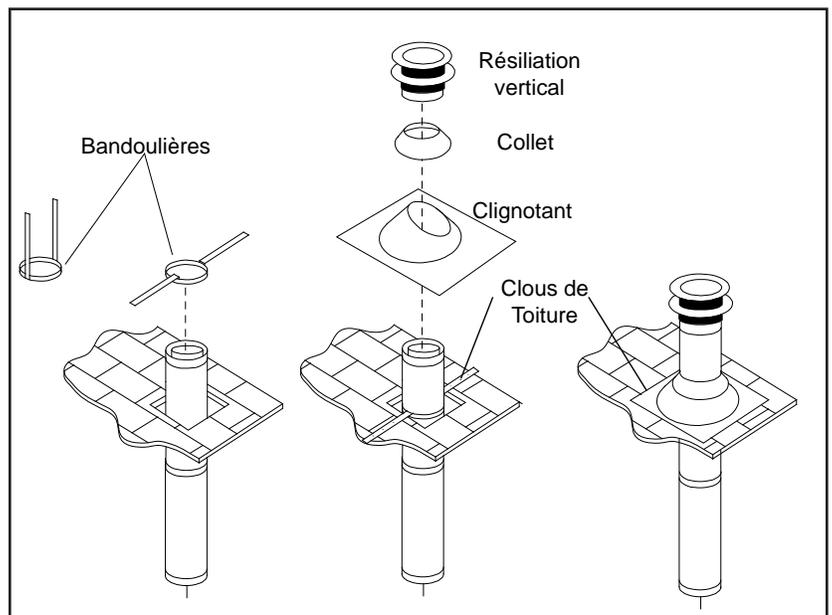

Figure 36: Ventilation verticale Installation de terminaison.
6. Une fois les sections de tuyaux ont été rejoints, et courir à travers le trou dans le toit, glisser une sangle de coude sur les sections exposées, plier les sangles de support vers l'extérieur, et pousser la sangle du coude jusqu'au niveau du toit, comme le montre la Figure 36. Serrer la pince autour de la section de tuyau. Utilisez un niveau pour se assurer que le tuyau est vraiment verticale. Avec des clous de toiture, attacher les sangles de soutien sur le toit. Sceller les trous des clous têtes avec du mastic non durcissant. Couper l'excès de longueur des sangles de support qui se étendent au-delà du bord du solin.
7. Glissez le solin par-dessus la section de tuyau en saillie à travers le toit. Fixez la base du solin au toit avec des clous de toiture. Utilisez un produit d'étanchéité non durcissant entre le bord amont de la solin et le toit. Assurez le matériau de couverture recouvre le bord supérieur du solin Comme le montre la Figure 36. Vérifiez que vous avez au moins le dégagement minimal aux matériaux combustibles à la ligne de toit.
9. Glissez le collet sur le tuyau, et le pousser vers le haut du toit clignotant comme le montre la Figure 36. Utilisez le durcissement non étanchéité autour de l'articulation entre le tuyau et le collet.